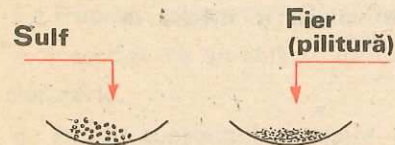

Fig. 1.13. Observarea unor proprietăți fizice ale sulfului și fierului
- Luăți pe o sticlă de ceas pulbere de sulf, iar pe alta pilitură de fier (fig. 1.13). Observați cu atenție starea de agregare, culoarea și aspectul general al acestor două substanțe. Notați observațiile în caiet.